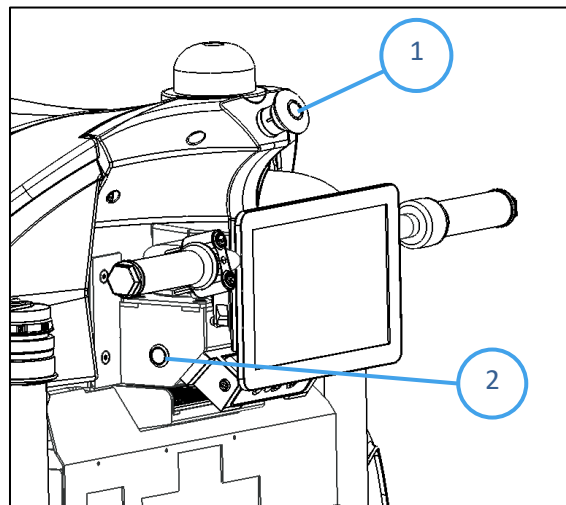

Fig. 1
1. Aan de achterkant van de robot bevindt zich een rode noodknop (Fig. 1 - 1).